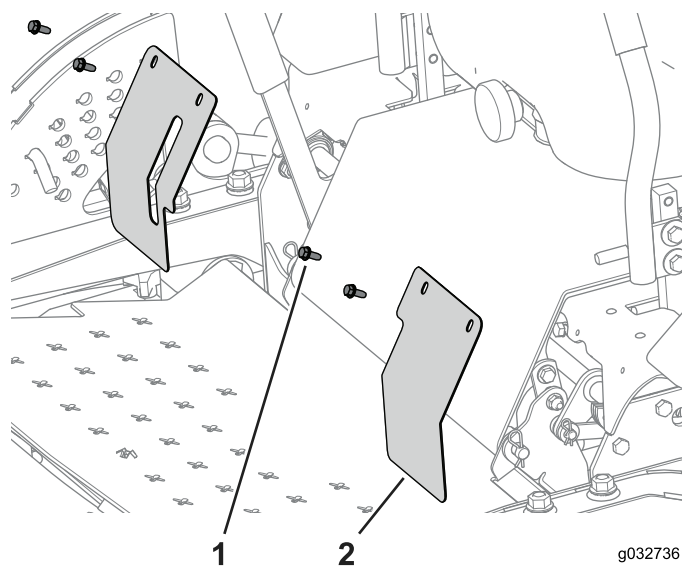

Figura 114
1. Retire las chapas de cierre y apártelas (Figura 114).